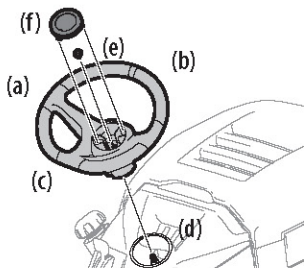

Figura 14
1. Con las ruedas del tractor apuntando recto hacia adelante, alinee el volante (a) usando la línea central (b) de la parte delantera del volante (a) que apunta hacia adelante y la sección plana (c) del volante (a) orienta hacia el asiento, coloque el volante (a) sobre el árbol de la dirección (d). Consulte la Figura 14.
NOTA: El perno hexagonal (e) que asegura el volante (a) tiene sellador de rosca; de modo que si se lo extrae, se recomienda reemplazar el perno hexagonal (e) o volver a aplicarle sellador de rosca. Consulte la Figura 14.